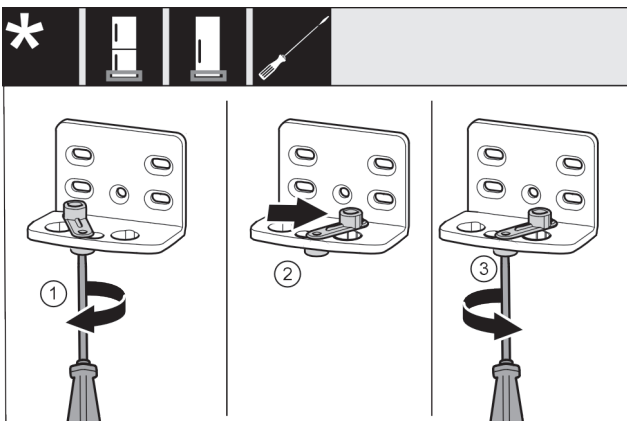

Fig. 19
- Odvijačem labavo uvrnite vijak Fig. 19 (1).
- Podignite pomagalo za zatvaranje vrata Fig. 19 (2) i okrenite ga za 90° nadesno u provrt.
- Odvijačem pritegnite vijak Fig. 19 (3).